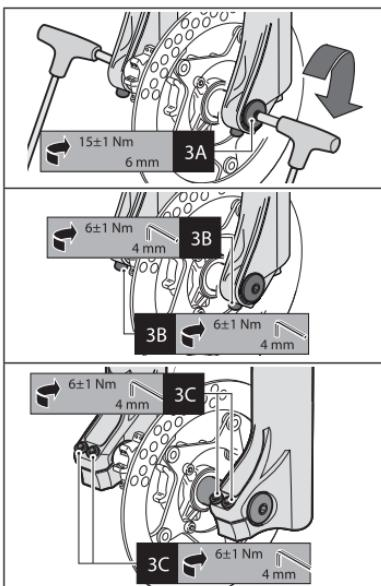

Рисунок 3 Установка колеса на вилку с осью втулки диаметром Ø20mm
- Установите колесо таким образом, чтобы ось совпадала с крепежами вилки (См. ЗА Рис. 3).
- Вставьте ось с правой стороны сквозь крепеж вилки, втулки колеса и закрепите специальным болтом слева. (См. ЗА Рис. 3).
- Затяните болты оси усилием 15 ± 1 Nm, используя шестигранник 6 mm. (См. ЗА Рис. 3).
- На вилках серии DIRT JUMPER затягивайте болты, используя шестигранник 4 mm с усилием (6 ± 1 Nm) (См.ЗВ Рис. 3).
- На вилках серии 888 затягивайте болты на колесной оси, используя шестигранник 4 mm с усилием (6 ± 1 Nm) (См.ЗС Рис. 3) с последовательностью «1-2-1».